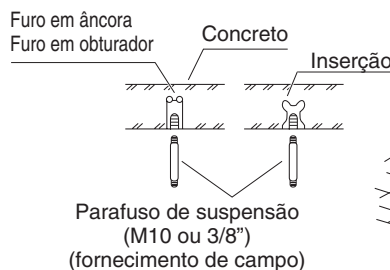

Fig. 3-8
- Insira os parafusos de suspensão como mostrado no diagrama. (Fig. 3-8)
- (2) Aparafuse os parafusos de suspensão, deixando-os protuberantes desde o tecto como mostrado na Fig. 3-8. (Corte o material de tecto, se for necessário.)